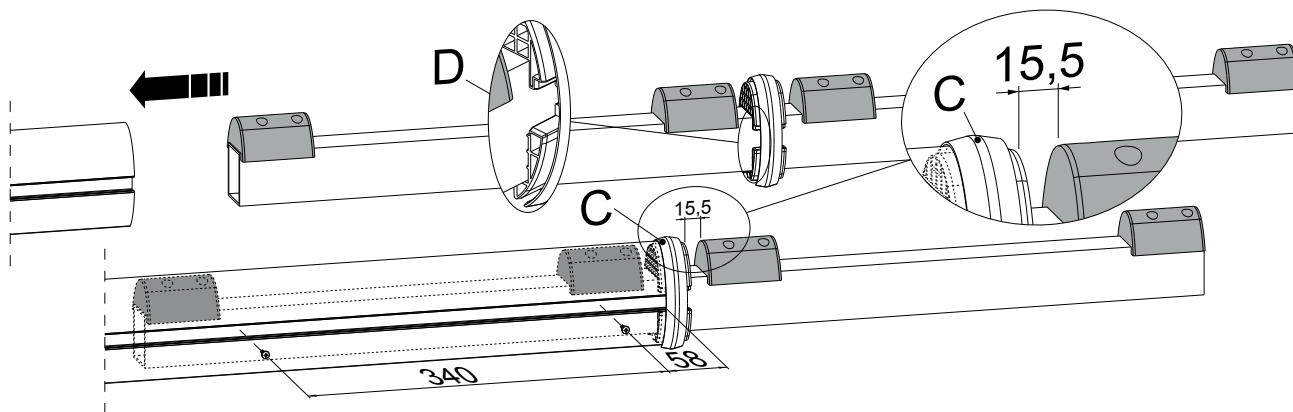
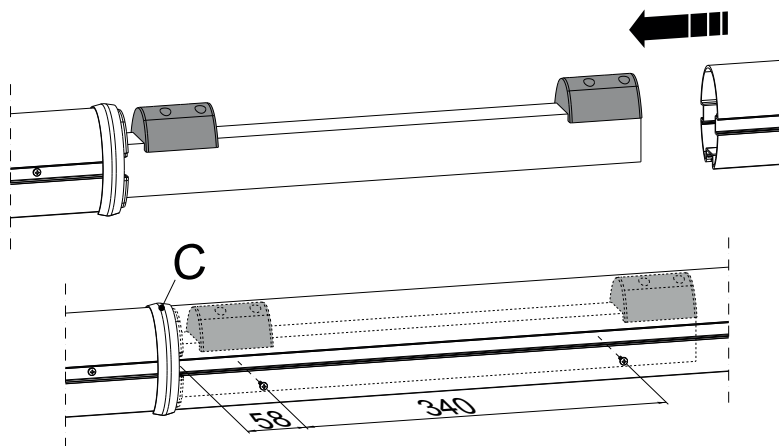

fig. 3
fig. 4
- 3_ Inserire il giunto nello spezzone appena montato, lato tappo (fig. B) prestando attenzione al verso di inserimento (vedi dett. D fig. 3). Inserire bene l'estremità dell'asta nel corpo di giunzione (C fig. 3), aiutandosi con un martello in plastica;
- 4_ mantenendo il corpo di giunzione (C fig. 3) ad una distanza di 15,5 mm dal tampone, fissare l'asta al giunto con le viti autoperforanti fornite, alle quote mostrate in fig. 3 (da ambo i lati dell'asta);
- 5_ infilare l'altro spezzone di asta (precedentemente tagliato a misura, se necessario) dal lato attacco flangia (fig. A) sull'estremità scoperta del giunto. Inserire bene l'estremità dell'asta nel corpo di giunzione (C fig. 4), aiutandosi con un martello in plastica. Fissarlo quindi al giunto con le viti in dotazione, alle quote mostrate in fig. 4;
- 3_ Insert the gasket into the fitted length, cap side (fig. B), paying attention to its orientation (see detail D fig. 3). Insert the bar end into the connecting body (C fig. 3), using a rubber hammer;
- 4_ keeping the connecting body (C fig. 3) at a distance of 15.5mm from the stopper, fix the bar to the gasket with the self-piercing screws supplied, at the measurements shown in fig. 3 (both sides of the bar);
- 5_ Insert the other bar length (previously cut to measure, if necessary) from the flange connection side (fig. A) onto the uncovered end of the gasket. Insert the bar end into the connecting body (C fig. 4), using a plastic hammer. Fix to the gasket with the screws supplied, at the measurements shown in fig. 4;
- 3_ Setzen Sie die Verbindung in das soeben montierte Teilstück, Seite Abdeckung (Abb. B), und achten Sie dabei auf die richtige Einsetzrichtung (siehe Detail D, Abb. 3). Setzen Sie das Ende der Stange gut in den Verbindungskörper (C, Abb. 3) ein und verwenden Sie dazu einen Kunststoffhammer.
- 4_ Halten Sie den Verbindungskörper (C, Abb. 3) in einem Abstand von 15,5 mm vom Puffer und befestigen Sie die Stange mit den mitgelieferten selbstschneidenden Schrauben an der Verbindung; beachten Sie dabei die Quoten, die auf Abb. 3 angegeben werden (auf beiden Seiten der Stange).
- 5_ Stecken Sie das andere Teilstück der Stange (falls erforderlich zuvor auf Länge geschnitten) von der Seite des Flansch-Anschlusses (Abb. A) am freien Ende der Verbindung ein. Setzen Sie das Ende der Stange gut in den Verbindungskörper (C, Abb. 4) ein und verwenden Sie dazu einen Kunststoffhammer. Befestigen Sie dann die Verbindung mit den mitgelieferten Schrauben; beachten Sie dabei die auf Abb. 4 angegebenen Quoten.
- 3_ Insérer le joint dans le tronçon à peine monté, côté bouchon (fig. B) en respectant le sens de l'introduction (voir détails D fig. 3). Introduire correctement l'extrémité de la tige dans le corps du raccord (C fig. 3) en utilisant un marteau en caoutchouc ;
- 4_ en maintenant le corps du raccord (C fig. 3) à une distance de 15,5 mm du tampon, fixer la tige au raccord avec les vis taraudeuses fournies, aux cotes indiquées sur la fig. 3 (des deux côtés de la tige) ;
- 5_ enfiler l'autre tronçon de tige (préalablement coupé à la mesure correcte, éventuellement) du côté raccord de bride (fig. A) sur l'extrémité découverte du raccord. Introduire correctement l'extrémité de la tige dans le corps du raccord (C fig. 4) en utilisant un marteau en caoutchouc. Le fixer ensuite au raccord avec les vis fournies, aux cotes indiquées sur la fig. 4 ;
- 3_ Introduzca el acoplamiento en la sección apenas montada, lado tapón (fig. B) poniendo atención en la dirección de introducción (véase detalle D fig. 3). Introduzca bien el extremo del asta en el cuerpo de acoplamiento (C fig. 3), ayudándose con un martillo de plástico;
- 4_ Manteniendo el acoplamiento de unión (C fig. 3) a una distancia de 15,5 mm del tapón, fije el asta al acoplamiento con los tornillos autoperforantes suministrados, mostrados en la fig. 3 (de ambos lados del asta);
- 5_ Introduzca la otra sección del asta (cortada previamente a medida si fuera necesario) del lado del enganche brida (fig. A) en el extremo descubierto del acoplamiento. Introduzca bien el extremo del asta en el acoplamiento de unión (C fig. 3), ayudándose con un martillo de plástico; Fijelo al acoplamiento con los tornillos entregados, según las medidas mostradas en la fig. 4;
- 3_ Inserir a junta na parte que se acabou de desmontar, lado tampa (fig. B) prestando atenção ao sentido de introdução (ver det. D fig. 3). Inserir bem a extremidade da haste no corpo de junção (C fig. 3), com auxílio de um martelo de plástico;
- 4_ mantendo o corpo de junção (C fig. 3) a uma distância de 15,5 mm do tampão, fixar a haste à junta com os parafusos auto-perfurantes fornecidos, nas posições ilustradas na fig. 3 (de ambos os lados da haste);
- 5_ introduzir a outra parte da haste (anteriormente cortada à medida, se necessário) pelo lado encaixe flange (fig. A) na extremidade descartada da junta. Inserir bem a extremidade da haste no corpo de junção (C fig. 4), com auxílio de um martelo de plástico. Em seguida fixar à junta com os parafusos fornecidos, nas posições mostradas na fig. 4;